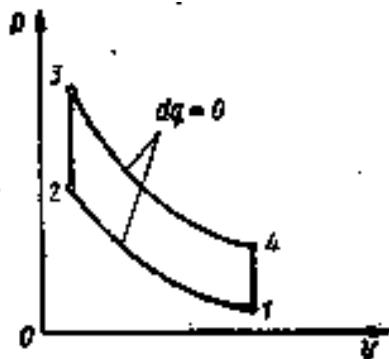

Рис. 1
1. Провести термодинамический анализ цикла, изображенного на рис. 1. Цикл определен следующими данными: начальные параметры рабочего тела $p_1 = 0,1$ МПа, $t_1 = 10^\circ\text{C}$, степень сжатия $\varepsilon = v_1/v_2 = 7,5$, давление $p_3 = 6,4$ МПа, Рабочее тело - 1 кг сухого воздуха.
На рис. 1 изображен термодинамический цикл двигателя внутреннего сгорания, работающего со сгоранием топлива при $v = \text{const}$. Термический к.п.д. этого цикла $\eta_t = 1 - 1/\varepsilon^{k-1}$. Для воздуха и двухатомных газов показатель адиабаты $k = 1,41$, следовательно, $\eta_t = 1 - 1/7,5^{1,41-1} = 0,562$.